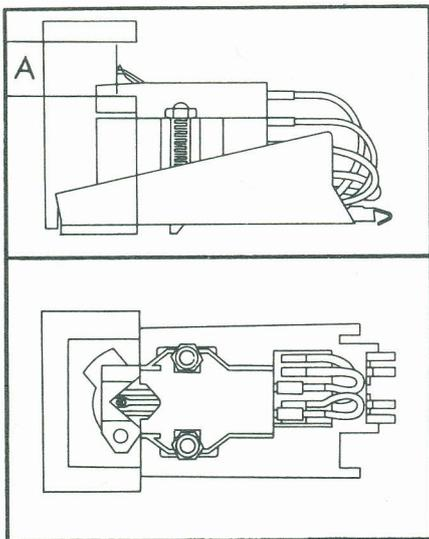

Fig. 15
3. Le montage de la cellule est correcte lorsque la pointe de lecture se trouve bien au centre de l'encoche du gabarit de montage et que, verticalement, la pointe de lecture se trouve à l'intérieur d'une plage (A) (Fig. 15).